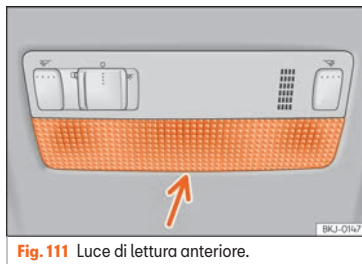

Fig. 111 Luce di lettura anteriore.
- Introdurre un cacciavite dalla parte piatta tra il telaio e il vetro »» fig. 111.